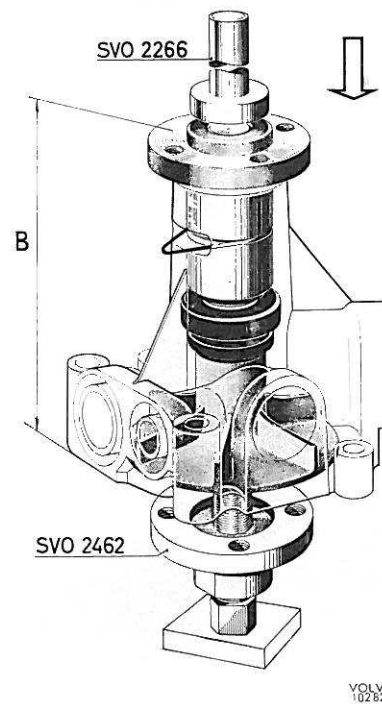

Figure 117. Remontage de la poulie
4. Retourner la pompe. Adapter un support sous l'extrémité de la turbine et remettre le moyeu en se servant de la chasse SVO 2266. Comme support, on peut prendre l'extracteur SVO 2462 par exemple dont on visse la vis centrale de manière à ce qu'elle serve de support à l'arbre. Appuyer légèrement et avec précaution, jusqu'à ce que la cote B, figure 117 soit de $105 \pm 0,2$ mm.